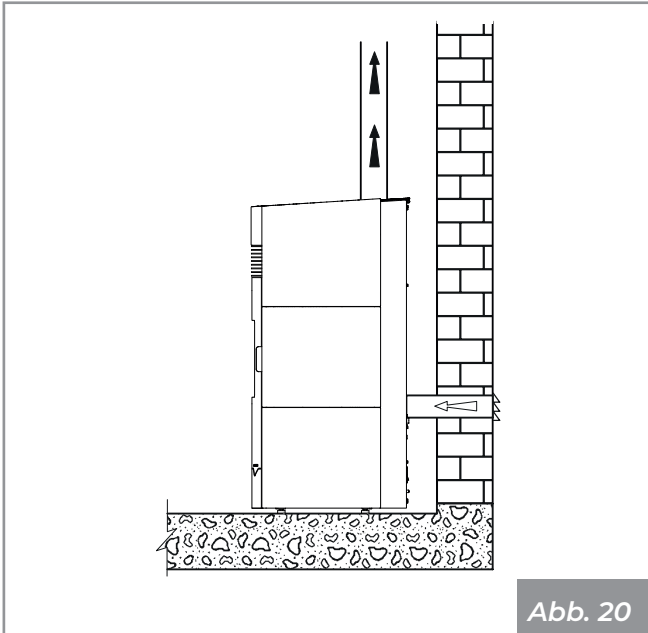
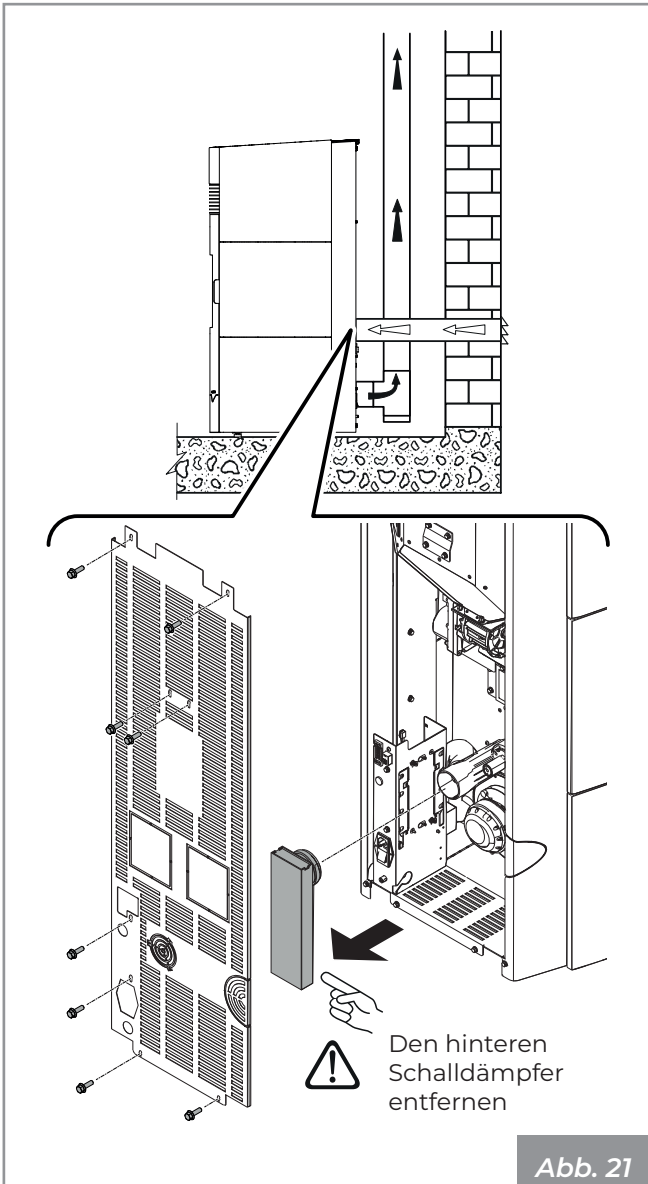

Abb. 20
Abb. 21
- direkt von außen mit direktem Anschluss an die Brennkammer kommen (**Abb. 18 - Abb. 21**).
- den Verbrennungslufteinlass des Geräts mit einem geeigneten Kanal an den Lufteinlass anschließen (**Abb. 20 - Abb. 21**).